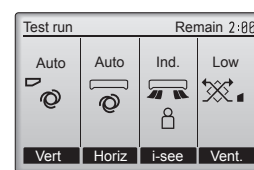

Fig. 7-4
- 2 Қалақша жұмысының экранын көрсету үшін [ТАҢДАУ] түймесін басыңыз да, [F1] және [F2] түймелерін автоматты қалақшаны тексеру үшін басыңыз. (Fig. 7-4)